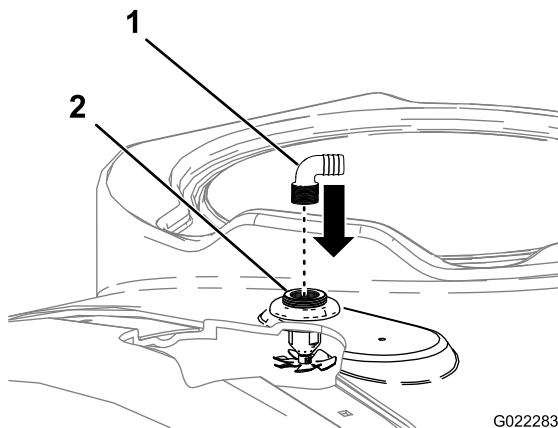

Figura 7
4. Instale los 2 conectores de manguera en los orificios roscados de los conectores estancos de las boquillas de enjuague (Figura 7).